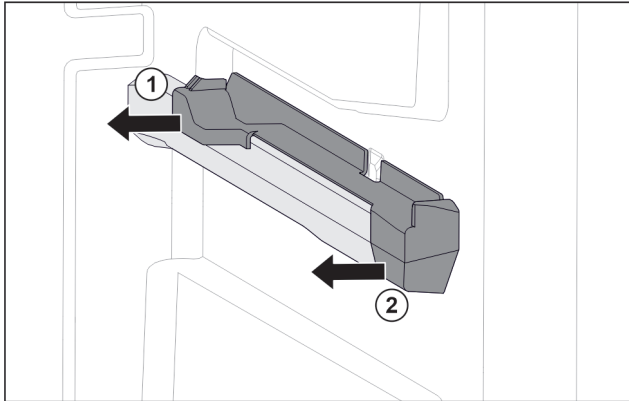

Fig. 68 Násuvný diel na pravom rebre nádoby
- ▶ Stiahnite násuvný diel vzadu do strany. Fig. 68 (1)
- ▶ Stiahnite násuvný diel vpredu do strany. Fig. 68 (2)